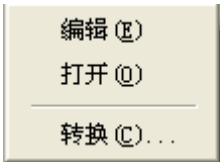
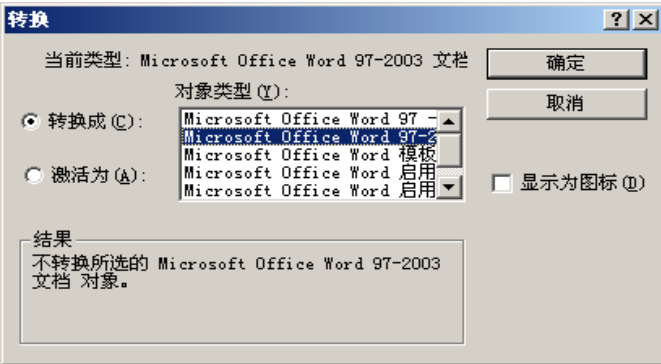

图 5-45 转换
图 5-46 转换选项
(1) 为了修改对象的位置、大小和内容，应首先用鼠标左键单击对象以选中对象。被选中的对象四周会产生八个被称为【尺寸句柄】的小黑方块，用鼠标拖动小黑方块可改变对象的大小。若用鼠标单击对象内部并实现拖动，则可以拖动对象来改变对象的位置。如果用左键单击对象时选不中对象，即对象四周出现不了尺寸句柄时，可检查屏幕绘图区右下角的拾取点方式下拉框是否变灰，如果变灰则按 ESC 键可恢复正常拾取状态，这时再单击对象则可选中对象。
(2) 对于嵌入的对象，有两种方法打开和编辑对象：一种是【在位编辑】方式，使用这种方式编辑对象时，不再单独打开对象的编辑器，而是将编辑器的界面与数控车的界面合并到一起，在数控车的内置窗口中编辑对象，编辑完成后按 ESC 键即可返回数控车的用户界面。另一种是【完全开放】的编辑方式，使用这种方式时将单独打开一个对象的编辑窗口，比如编辑 BMP 位图时将打开【画 笔】进行编辑，编辑完成后，关闭编辑窗口将返回数控车用户界面。对于链接的对象，则只有【完全开放】一种编辑方式。
(3) 对于新插入的对象，一插入到文件中就以【完全开放】方式进行第一次编辑。
(4) 对于已插入的对象，选中该对象后，在【编辑】子菜单中选择【……对象】选项，在弹出的下一级中有【编辑】、【转换】和【打开】三项，如图 5-45 所示。对于嵌入的对象，选择【编辑】选项则以【在位编辑】方式进行编辑，选择【打开】则以【完全开放】方式进行编辑。对于链接对象，不论选择哪一项均以【完全开放】方式编辑对象。选择【转换】则出现如图 5-46 所示的选项，将当前对象转换为另外一种格式，如选择【转换成】前的核选框，则对象转换成所选的另一种格式，如选择【激活为】前的核选框，则对象在打开时，会使用所选择的程序启动。
由于嵌入对象后使文件变得比较大，因此当确认嵌入的对象不需要修改时，可点【转换】按钮来转换对象的类型，将对象变为与设备无关的图形格式，这样将大大缩减文件的大小。这里【转换】按钮的作用与使用方法和【对象】中的【转换】选项（如图 5-46）完全一样。